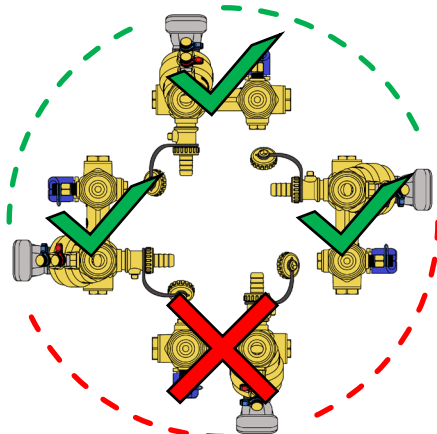

Fig.1
- ⚠ Vanne **DYNASTY** 92 PICV: pour des raisons de sécurité électrique, si la vanne est équipée d'un actionneur, elle ne peut être installée que dans une position entre verticale et horizontale. L'installation dans une position à l'envers doit être évitée (**Fig.1**);